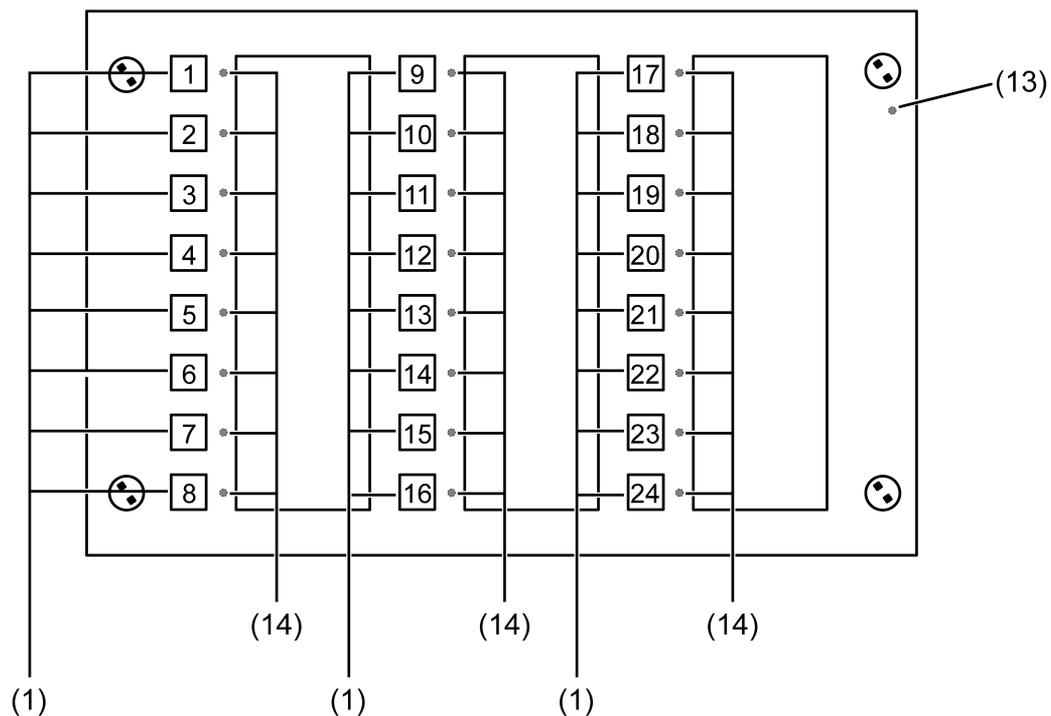

Figura 6: Orden de las superficies de mando y del LED
El front-end del aparato se compone de 24 superficies de mando separadas de manera funcional unas de otras (1), 24 LEDs de tres colores (14) y de un LED de programación (13). Las superficies de mando capacitivas se encuentran detrás de la placa de vidrio de diseño atornillada y posibilita el manejo de las funciones del teclado del aparato (figura 6).